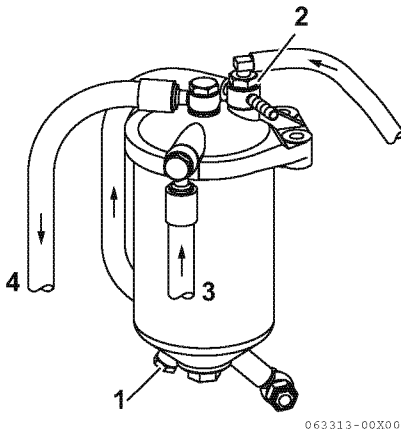

Figure 4
3. Desserrez la vis de purge d'air (**Figure 4, (2)**) de moitié de tours.